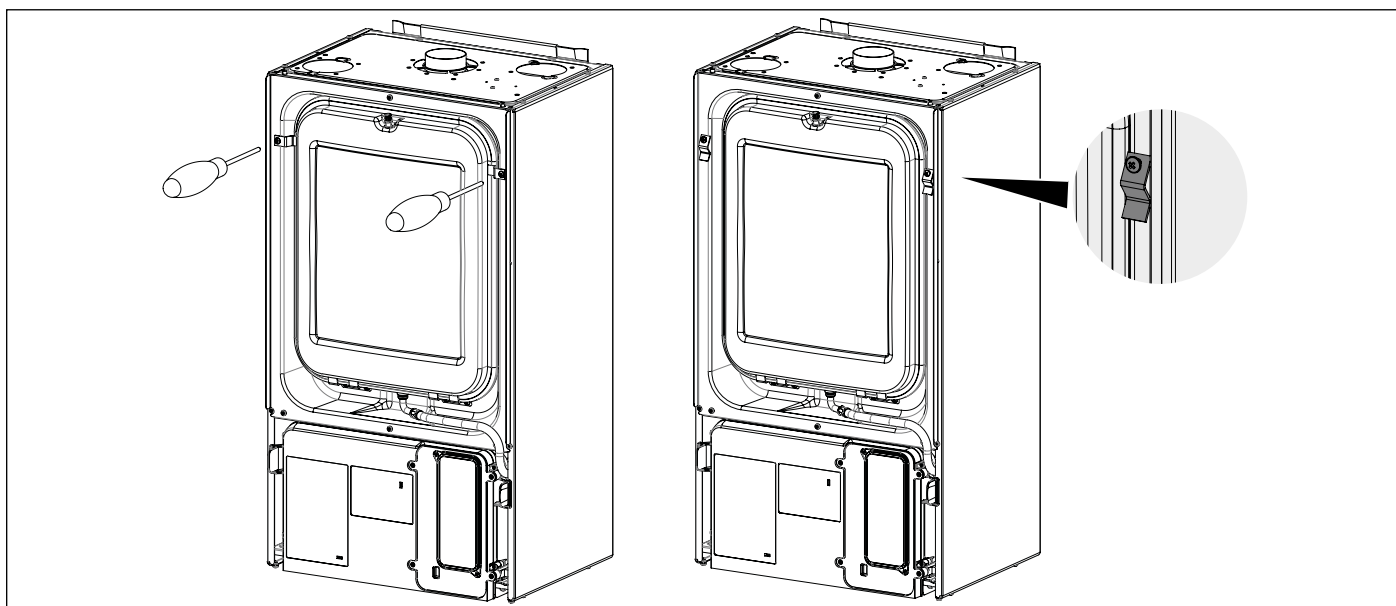
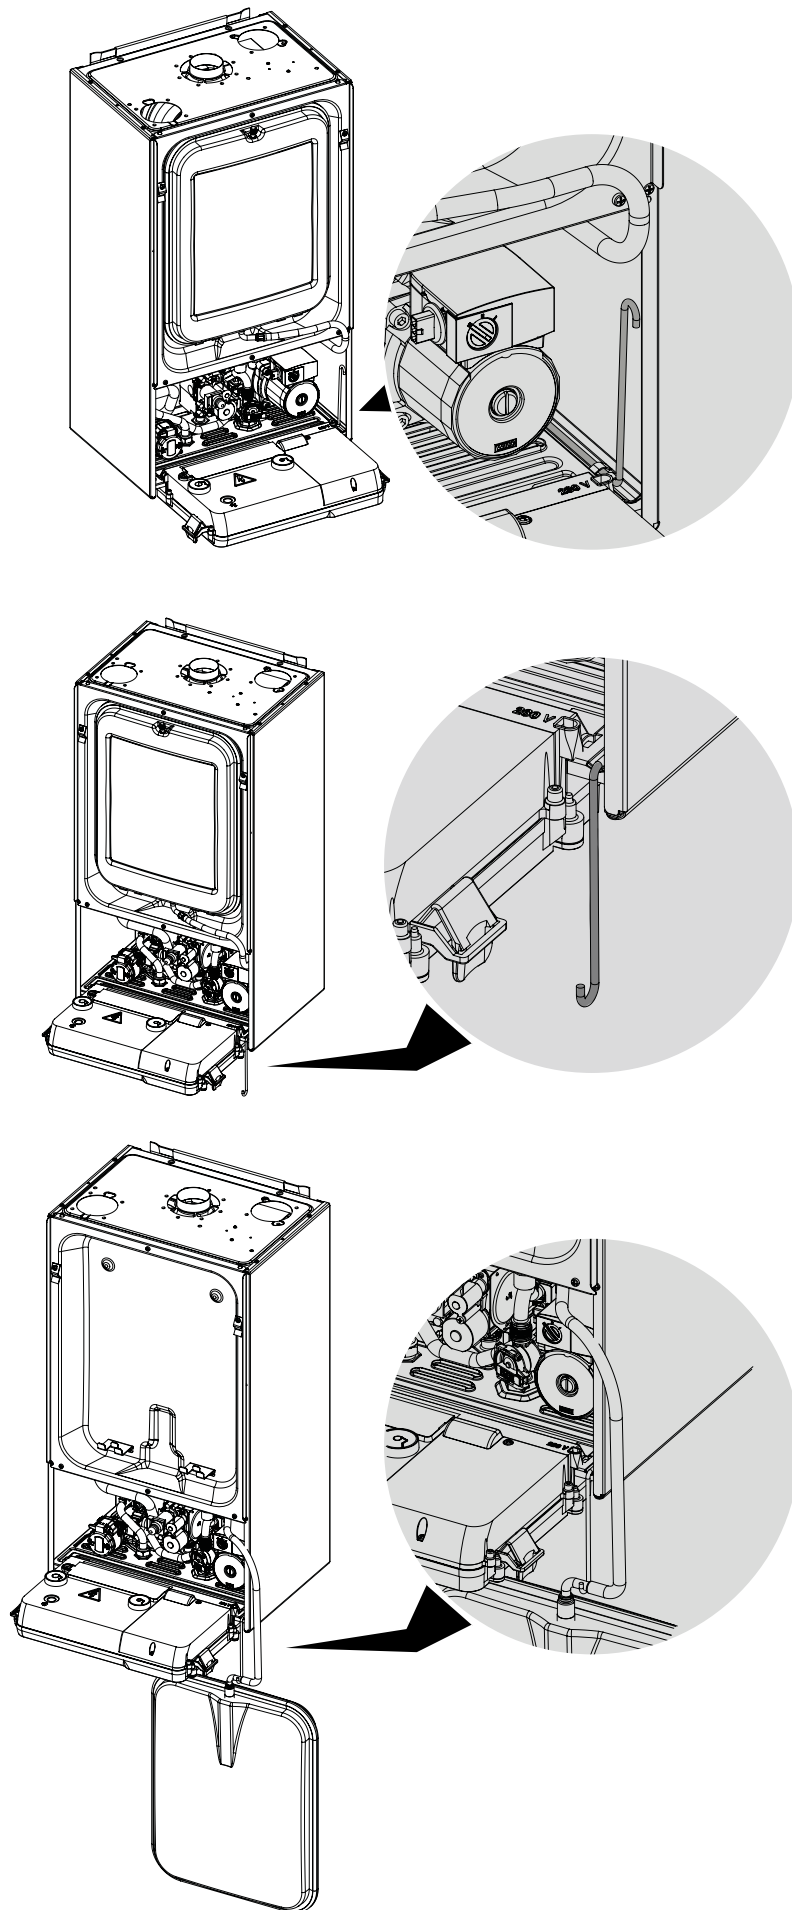

Fig. 44 Desmontaje soportes de bloque vaso de expansión
Fig. 45 Soporte porta vaso de expansión
- Quitar el panel frontal de la cámara de combustión, desplazando el depósito de expansión (véase Fig. 44 Desmontaje soportes de bloque vaso de expansión y Fig. 45 Soporte porta vaso de expansión).